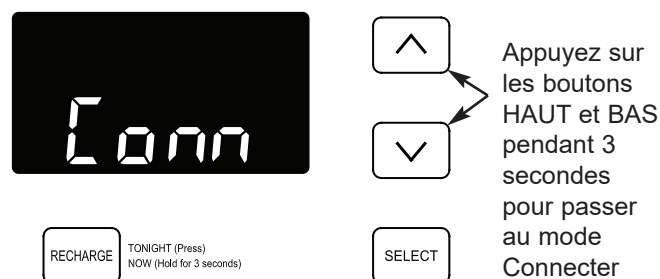

FIG. 33
3. Sur le panneau avant de l'adoucisseur (cf. Fig. 33), appuyez en même temps sur les boutons △ HAUT et ▽ BAS pendant 3 secondes.
4. Relâchez les boutons lorsque « Conn » apparaît à l'écran (cf. Fig. 33) et le voyant jaune de l'état connexion au-dessus du panneau de commande commence à clignoter.